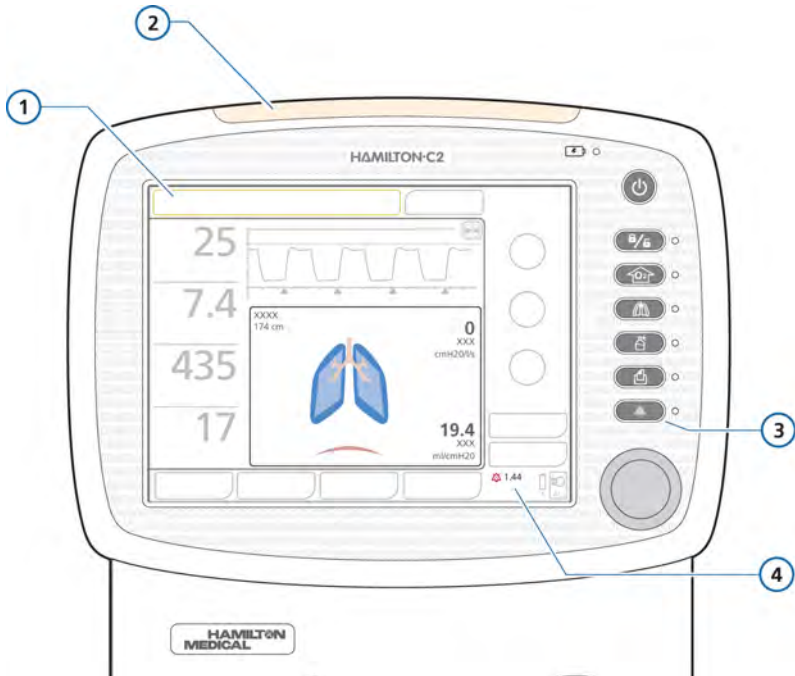
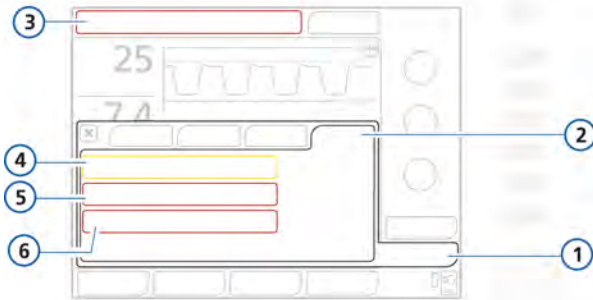

Figura 8-1. Indicaciones visuales de alarma
Figura 8-4. Memoria de alarmas con alarmas activas
En la tabla 8-1 se describen las características visuales y acústicas de estos tipos de alarma y se le enseña el modo de respuesta. La figura 8-1 muestra las indicaciones de alarma visuales del respirador. Puede ver las alarmas activas en la memoria de alarmas (figura 8-4). La información sobre la alarma también se guarda en un registro de eventos (apartado 8.4).
- Si hay alarmas activas en ese momento, la memoria de alarmas muestra las que han estado activas más recientemente (figura 8-4). Los mensajes de alarma asociados también se mostrarán de forma alterna en la barra de mensajes. Las alarmas activas se encuentran en recuadros con esquinas redondeadas.